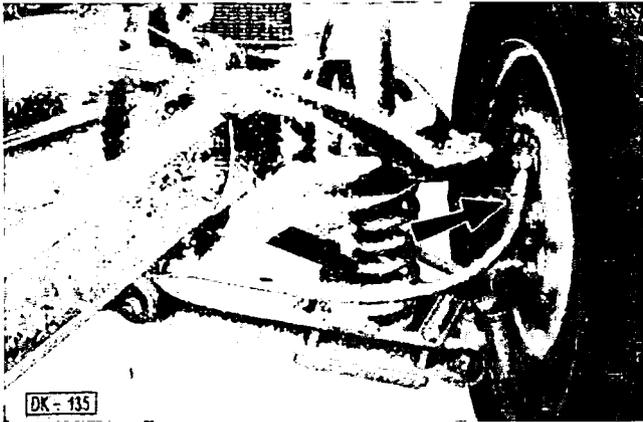

Abb. 30: Lage des Bremsschlauchs
6. Der Anschluß der Bremsschläuche sowie das Entlüften der Bremse wird vorgenommen. Der Bremschlauchanschluß wird so durchgeführt, daß zwischen dem Achsschenkel und dem Schlauch ein Spalt von 4 bis 5 mm bleibt, siehe Abb. 30.